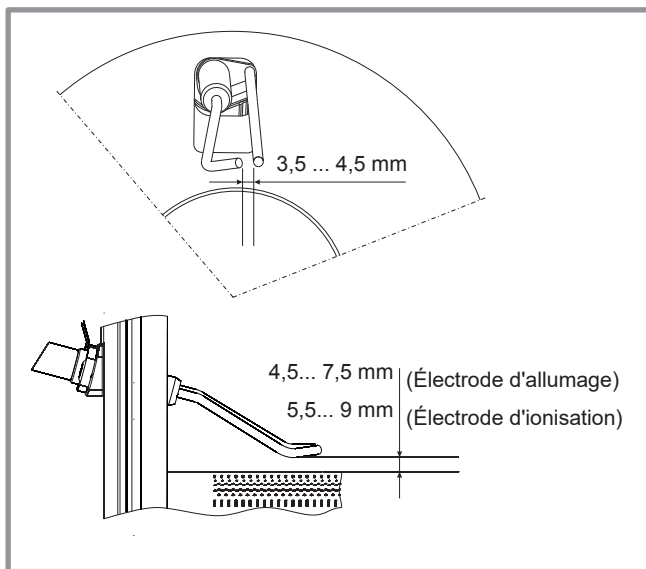

figure 61 - Réglage des électrodes
- Vérifier l'écartement et le positionnement des électrodes (figure 61).